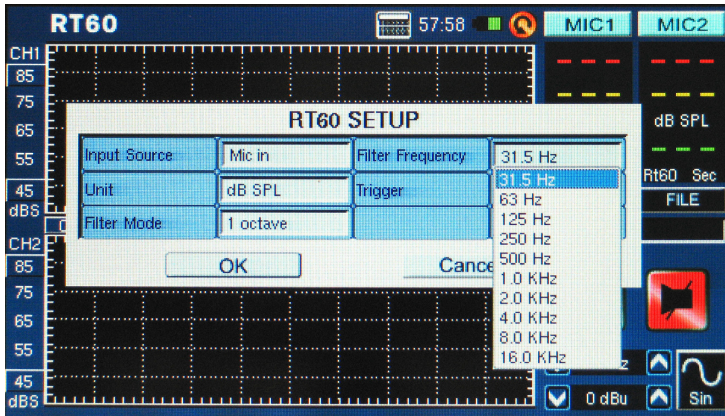

图 65
11. Filter Mode/Frequency (滤波器模式/频率) (图65)–RT60功能下，此设置可选择预设的一种频率计算RT60的测量结果。即使在“FLAT”频率滤波模式下完成一个RT60计算，用户仍可进入设置菜单添加一个设定为31.5 Hz, 63 Hz, 25 Hz, 250 Hz, 500 Hz, 1.0 kHz, 2.0 kHz, 4.0 kHz, 8.0 kHz或16.0 kHz的1 octave滤波器，以检视这些频率下的混响时间测量结果。